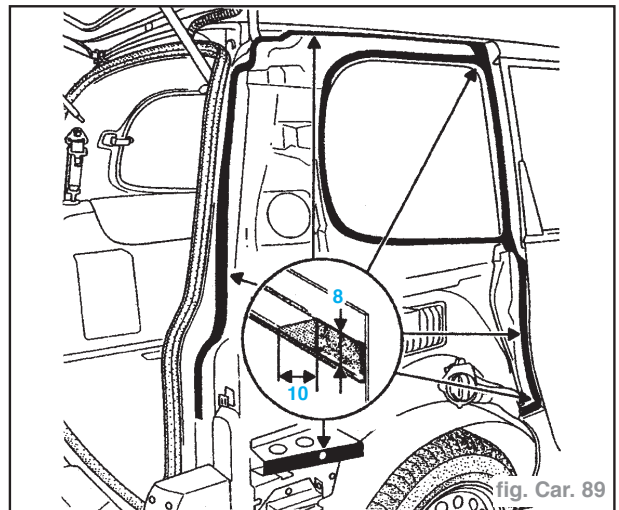

fig. Car. 89
- Extruder un cordon régulier sur le châssis (suivant dessin) en se guidant sur les restes des anciens cordons (fig. Car. 89).